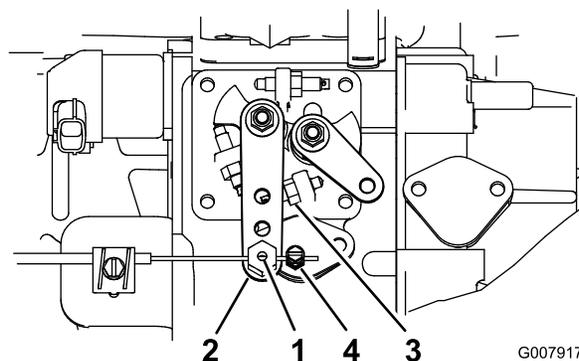

Bild 65
3. Halten Sie den Hebel der Einspritzpumpe gegen den Anschlag für den hohen Leerlauf (Bild 65).
2. Lockern Sie den Anschluss des Gaszugs neben dem Hebel der Einspritzpumpe (Bild 65).